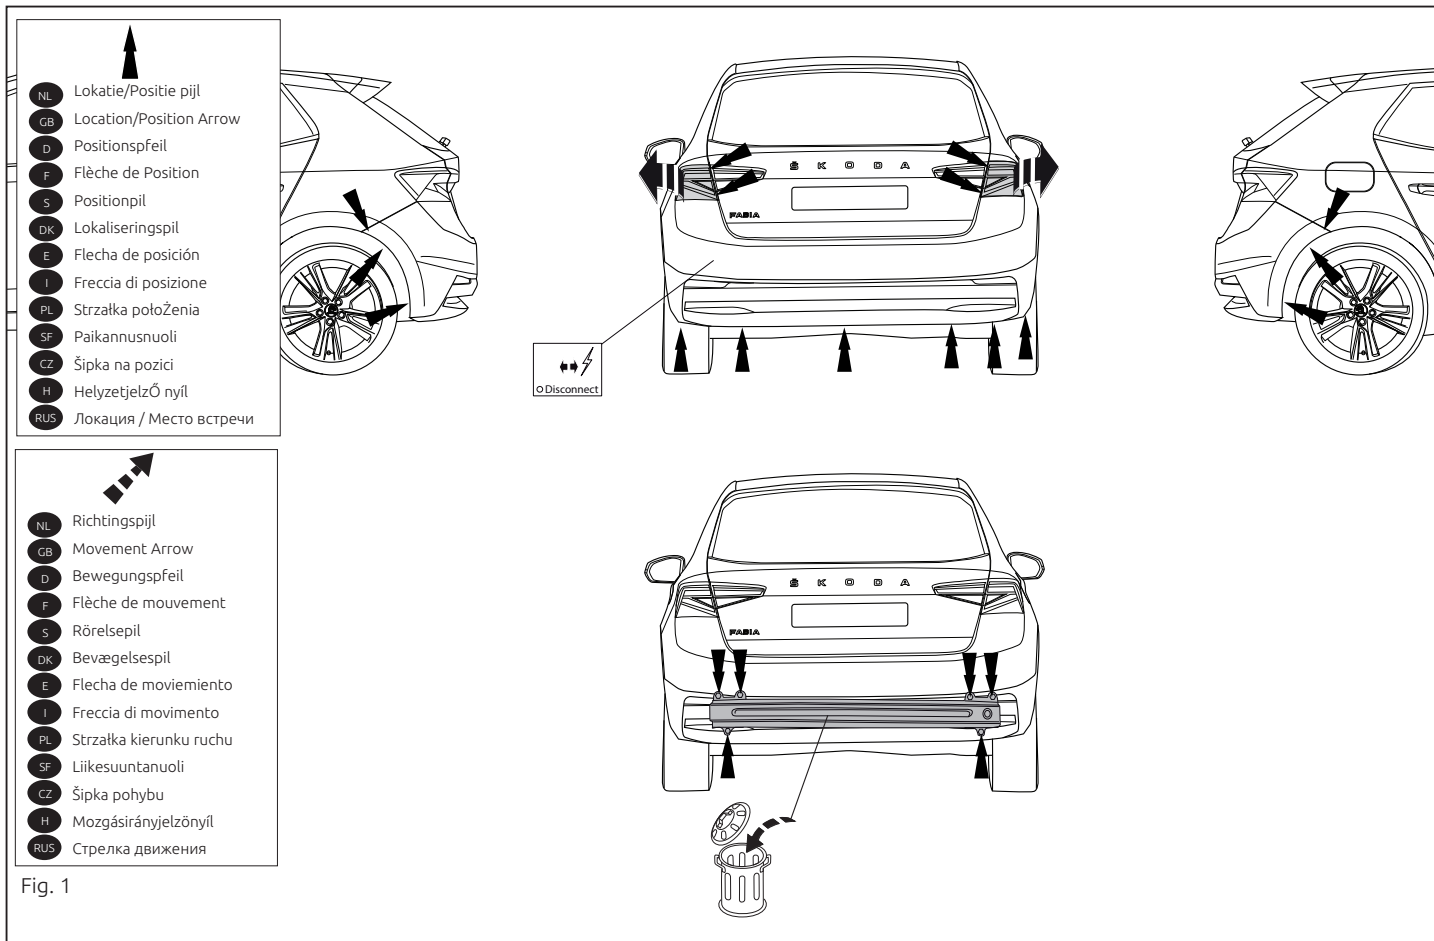

Fig. 1
2. Zdemontować z pojazdu zderzak wraz ze belką zderzakową, belka zderzakowa nie będzie ponownie używana. Zderzak ponownie śruby i nakrętki. Patrz rysunek 1.
2. Снять бампер вместе со буферным брусом автомобиля. Буферный брус больше не понадобится. Поставить болты и гайки на место. См. рисунок 1.